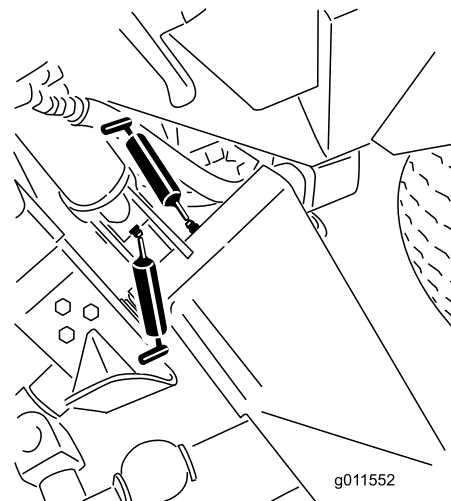
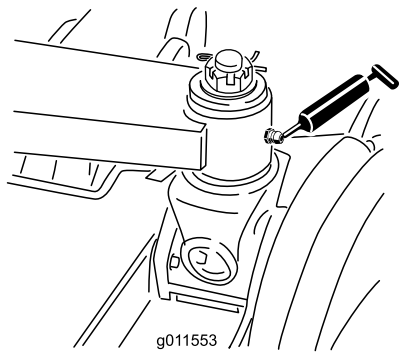

Figura 43
Figura 44
- 6 casquillos de brazos de elevación principales (Figura 43 y Figura 44)